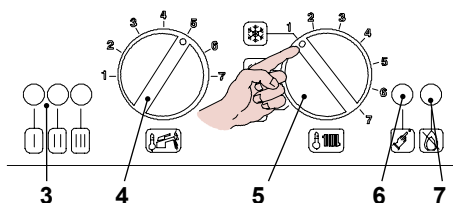

Figura 7.6
- Posizionare il selettore 5 come indicato in Figura 7.6; la lampada di segnalazione 3 lampeggia ad intermittenza circa ogni 2 secondi.
Se non si visualizza questa sequenza premere il pulsante di ripristino 6 in Figura 7.6 tante volte fino alla visualizzazione (4 volte).
- Per memorizzare il settaggio premere il pulsante di ripristino 6 in Figura 7.6 per circa 5 secondi, le spie di segnalazione 3 lampeggiano tutte quante simultaneamente come in Figura 7.9 (legenda spie Figura 7.4)